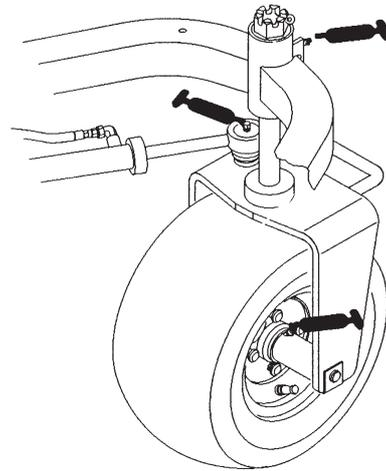
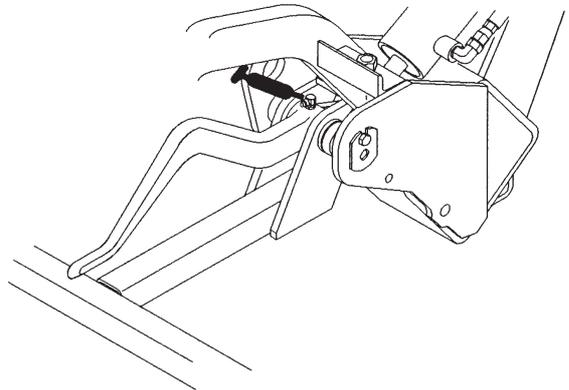
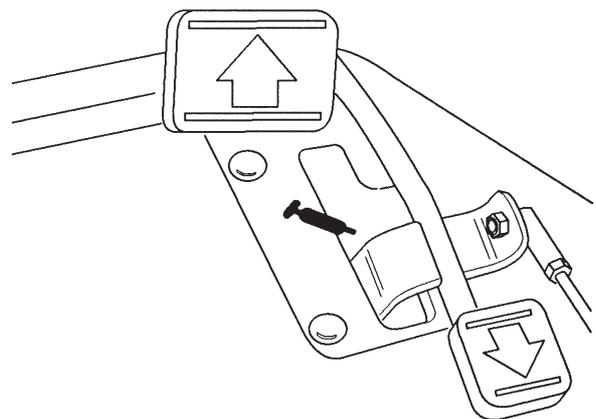

Figure 16
Figure 17
Figure 18
Graisser les roulements et manchons suivants du groupe de déplacement: moyeu de roue arrière (1), roulement de roue pivotante (1), vérin de direction (2) (Fig. 16), bras de relevage (3) (Fig. 17), pivot de la pédale (1) (Fig. 18).